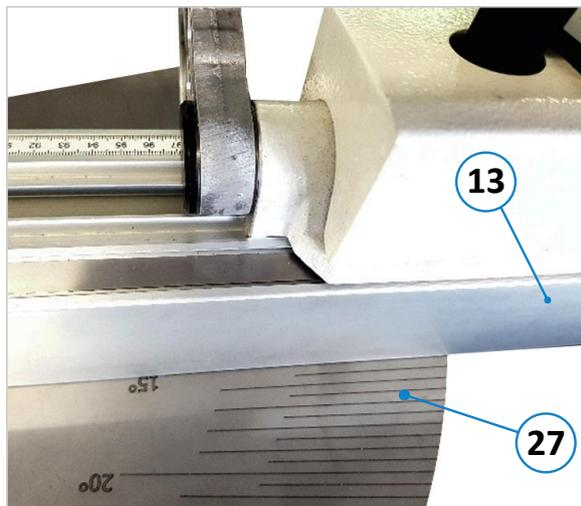

Figure 31 : échelle pour les coupes d'angle biaisées
- Faire glisser le guide télescopique (13) sur le repère de 15° du panneau (27), voir ⇒ Figure 31).